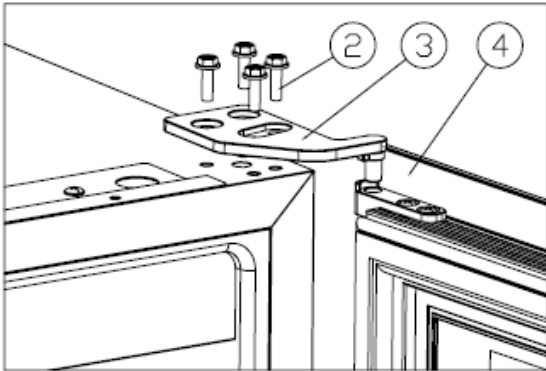

Figure 1
- ✧ Dévissez les vis M5*16 ②, démontez la charnière supérieure droite ③, et retirez la porte. [Figure 1].